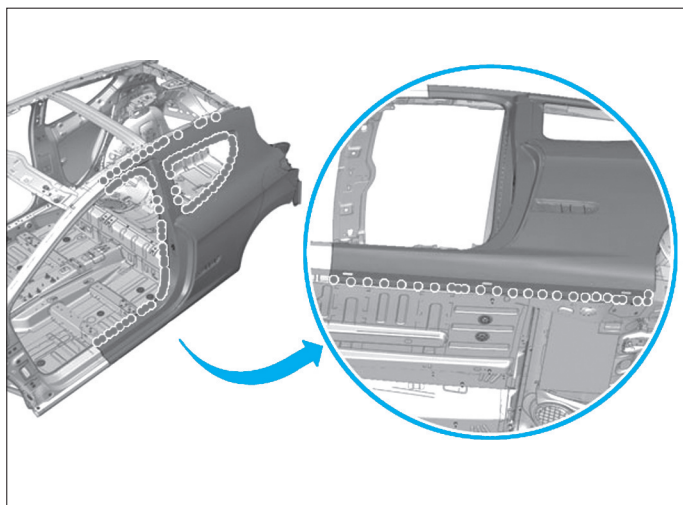

FIG. 158
- Souder par pointage électrique (Fig.158).